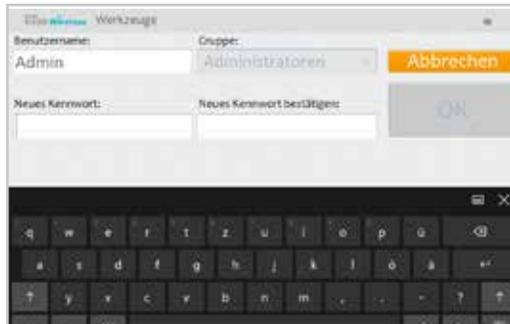

Abbildung 8-43: Fenster „Kennwort [Benutzer] ändern“
2. Drücken Sie auf Kennw. änd. Daraufhin öffnet sich das Fenster Kennwort [Benutzer] ändern. Siehe Abbildung 8-43.